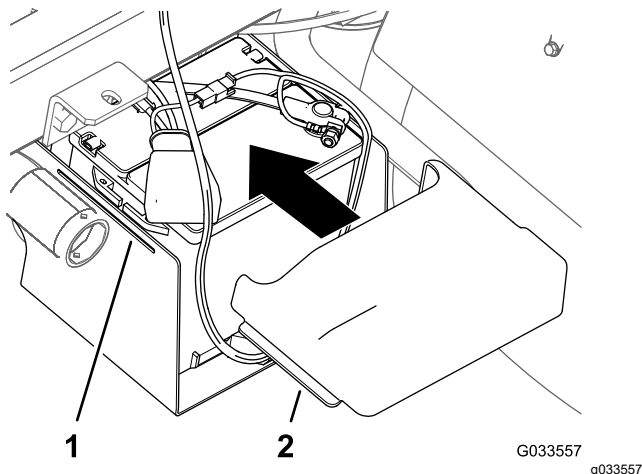

Bild 33
10. Drücken Sie die Seiten der Batterieabdeckung zusammen, fluchten Sie die Nasen der Abdeckung mit den Schlitzen im Batterieunterteil aus, und lassen Sie die Batterieabdeckung los (Bild 33).